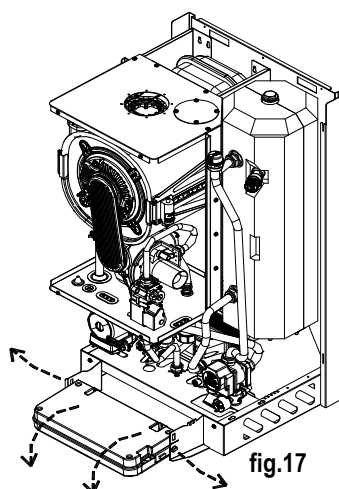

fig.17
- Saisir simultanément les équerres du tableau de commande (fig.17) et, en les écartant, baisser le tableau en le faisant tourner vers le bas.